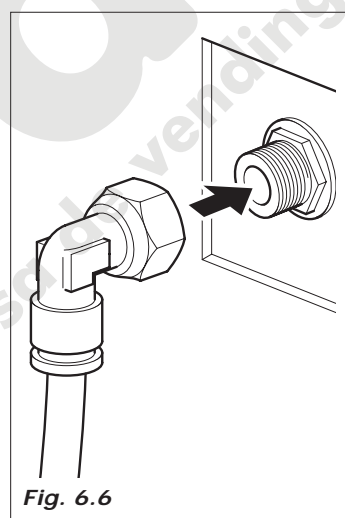

Fig. 6.6
- la conexión prevista es de 3/8 macho (Fig. 6.6).